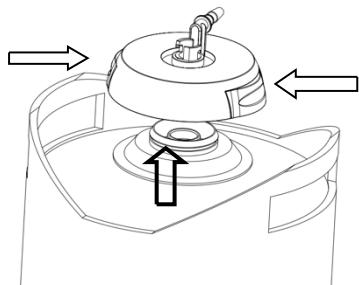

Figura 16
- Premere i pulsanti sinistro e destro sul dispositivo della valvola della birra per estrarre il dispositivo della valvola della birra dal barilotto di birra vuoto (come mostrato nella Figura 16).